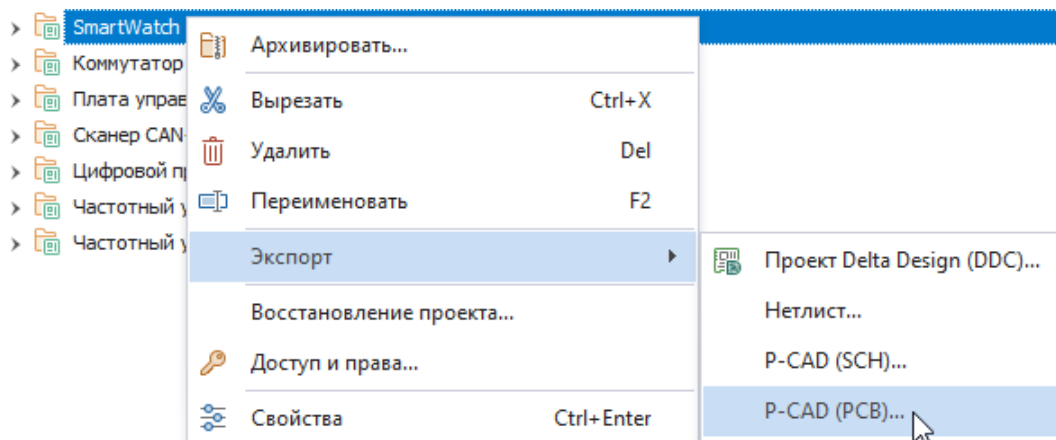

Рис. 31 Вызов экспорта платы проекта Delta Design
1. Вызовите контекстное меню с выбранного проекта платы Delta Design и выберите «Экспорт» → «P-CAD (PCB)...», Рис. 31.